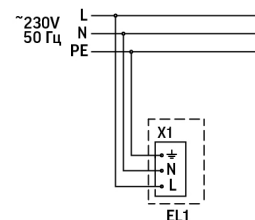

Рисунок 1
- Продеть сетевой кабель через отверстие в крышке и подключить светильник к сети согласно схеме (Рисунок 1 - подключение к 1 фазе, Рисунок 2 - подключение светильника к 3м фазам)
- Продеть сетевой кабель через отверстие в крышке и подключить светильник к сети согласно схеме (Рисунок 1 или Рисунок 2)